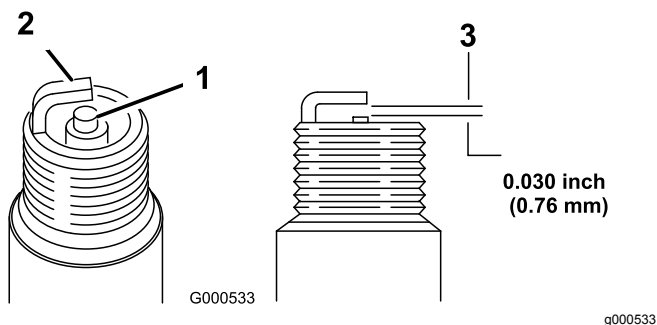

Figura 34
5. Ajuste la distancia entre los electrodos a 0,76 mm; consulte Figura 34.